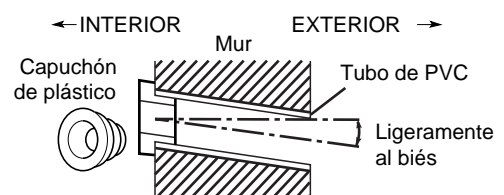

Fig. 3-49
6. Coloque el capuchón de plástico en el extremo del tubo (lado interior únicamente) e insértelo en la pared. (Fig. 3-49)